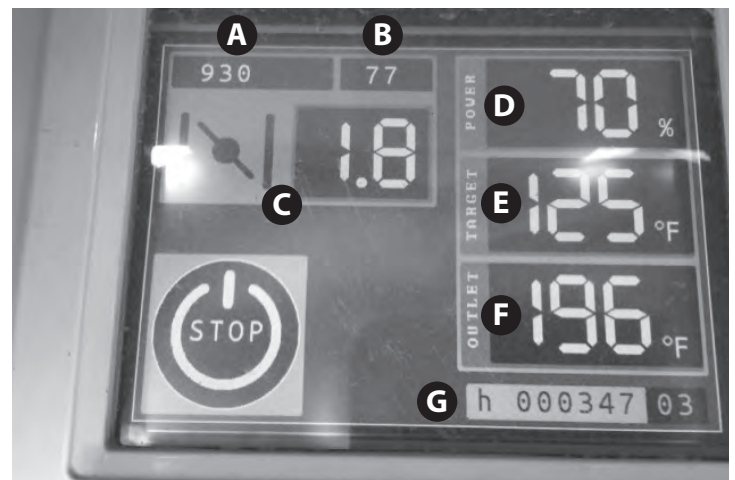

Figure 4.14
- Une fois le ventilateur en marche, l'écran « Run » apparaîtra (Figure 4.14). L'information suivante sera affichée :
- o (A) Pression barométrique en millibars.
- o (B) Température ambiante en degrés Fahrenheit.
- o (C) Réglage du registre
- o (D) Efficacité de l'unité de chauffage en pourcentage.
- o (E) Température cible de sortie en degrés Fahrenheit.
- o (F) Température actuelle de sortie en degrés Fahrenheit.
- o (G) Heures totales sur l'unité de chauffage.